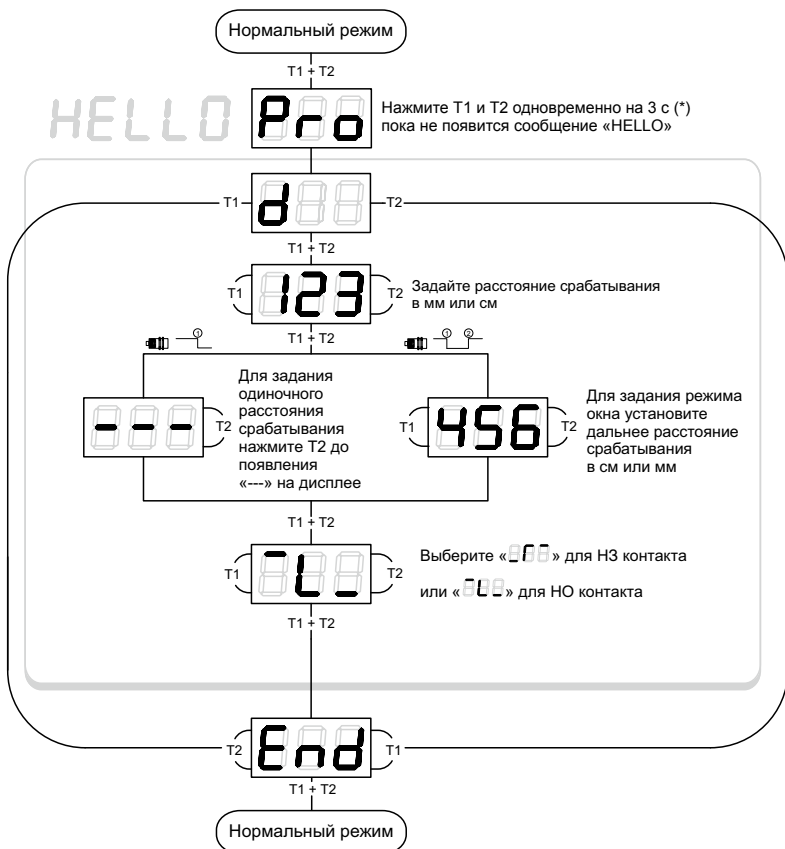

Рисунок 11 – Задание параметров с использованием LED – дисплея для датчика *mic+.../D/TC*, *mic+.../F/TC*
- 1) С использованием *LED* – дисплея, задание числовых параметров расстояний срабатывания (см. рисунок 11);